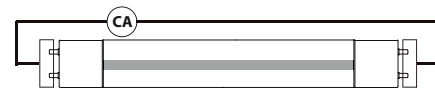

Figure 1. - Connexion à deux extrémités
- Les lampes MaxLite LED T8 sont conçues pour des connexions à deux extrémités (**Figure 1**).